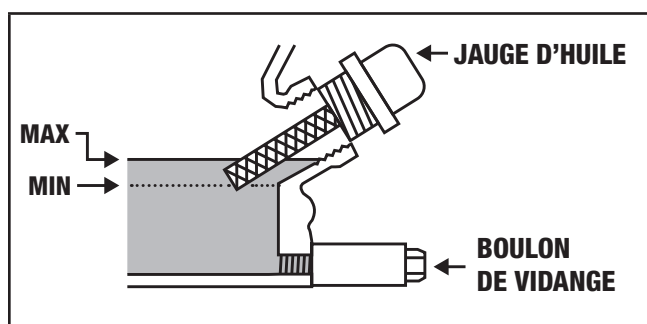

Figure 18
3. Enlevez le boulon de vidange et videz l'huile dans le contenant en inclinant légèrement le moteur dans la direction de la jauge d'huile (figure 18).